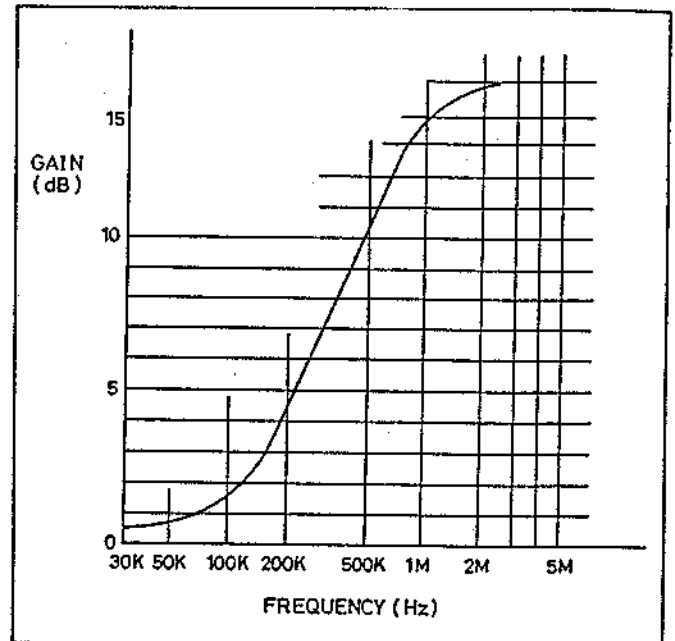

Abb. 5-10 Haupt-Preemphasis
(5) Haupt-Preemphasis-Schaltkreis (MAIN PREEMPHA, Abb. 5-10)